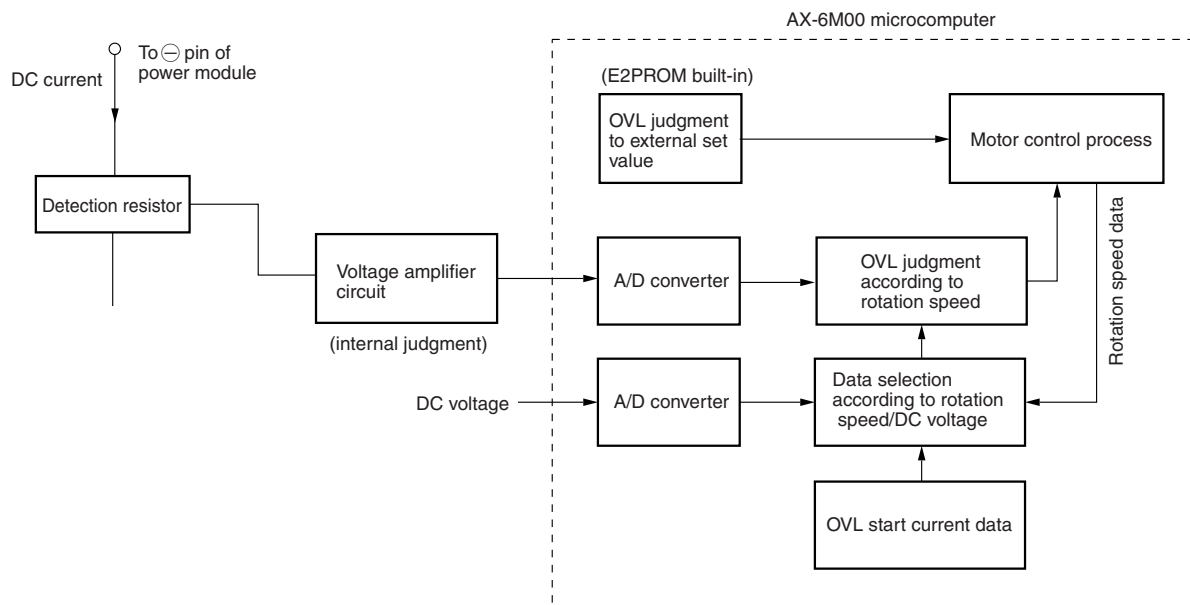
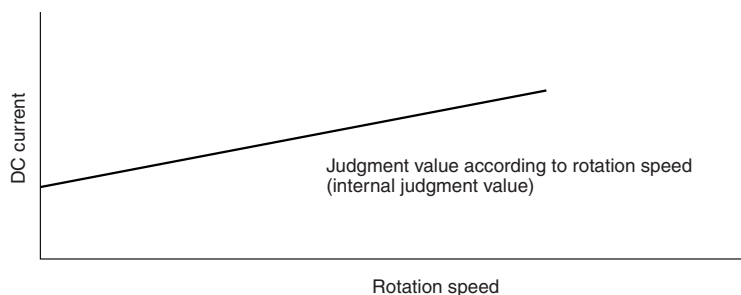

Fig. 8-1 Overload control system configuration
Fig. 8-2
- Comme représenté sur le diagramme, lorsqu'un courant dépassant 24 A circule, la tension présente au point (A) détectée par la résistance de détection est appliquée à la broche ⑩ de INV-HIC, puis la tension interrompue par R41 et R43 est appliquée à la broche ⑨ de IC1. Étant donné que cette tension dépasse la tension de seuil de IC1, une tension LO est délivrée par la broche ⑧ (tension présente au point (B)). Lorsque la tension LO est appliquée à la broche ⑨ du microprocesseur, le microprocesseur coupe la sortie de commande.
- Fig.8-1 shows the overload control system configuration, and Fig. 8-2 shows characteristics diagram of overload judgment value. There are two judgments. One is external judgment: External set value and DC current value are compared for judgment regardless of rotation speed. The other is internal judgment: set value varying according to rotation speed programmed in microcomputer is compared with DC current value for judgment.